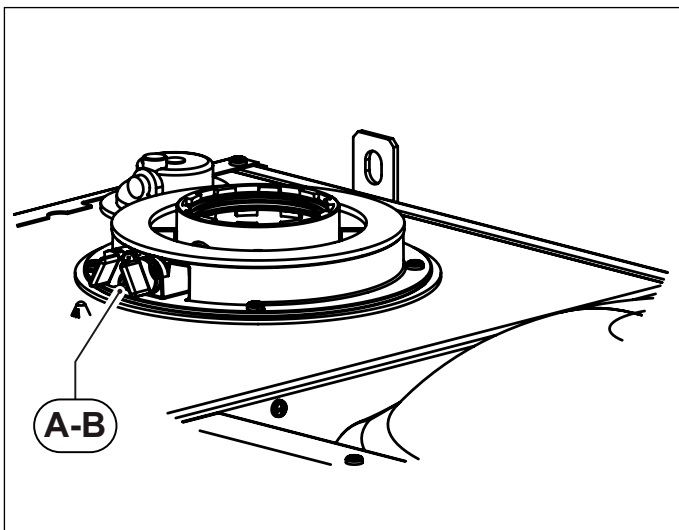
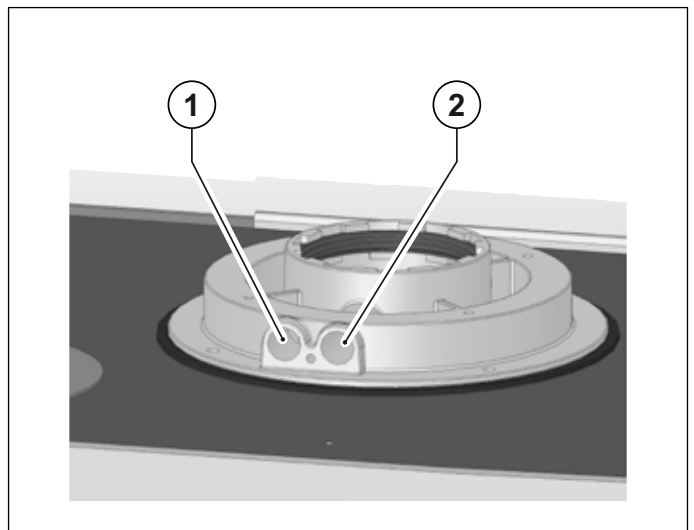

Abb. 17 Abgasstutzen
Abb. 18 Messöffnungen Abgasstutzen
Die Abgasmessung wird, an den dafür vorgesehenen Messöffnungen am Abgasstutzen durchgeführt (siehe Abb. 17 Abgasstutzen und Abb. 18 Messöffnungen Abgasstutzen).
Die Öffnung **A** ist zur Verbrennungsluftmessung bestimmt, die Öffnung **B** für die Abgasmessung (siehe Abb. 17 Abgasstutzen).
Vor Beginn der Messungen die Verschlussstöpsel **A** und **B** von den Messöffnungen entfernen und die Messsonde des Abgasanalysegeräts positionieren (siehe Abb. 17 Abgasstutzen).
- Messung der Verbrennungsluft **1** (siehe Abb. 18 Messöffnungen Abgasstutzen).
- Messung der Abgastemperatur und des  $\text{CO}_2$  **2** (siehe Abb. 18 Messöffnungen Abgasstutzen).